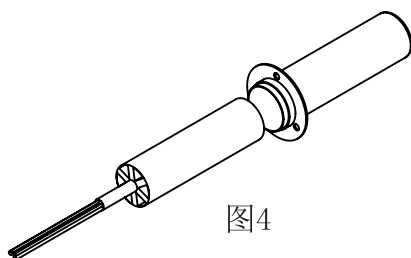

图4
5. 取下发热芯后，将好的发热芯卷一层云母纸。按照拆开的相反顺序装回到手柄筒内(如图4)。